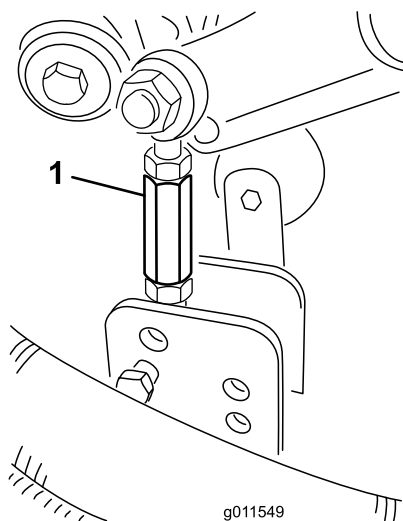
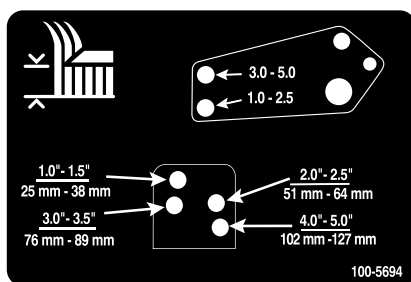

Figura 24
Figura 25
8. Retire los pasadores de horquilla y las chavetas que fijan los acoplamientos de los amortiguadores a los soportes de la unidad de corte (Figura 24). Alinee los taladros de los acoplamientos de los amortiguadores con los taladros del soporte de altura de corte en el bastidor de la unidad de corte (Figura 25), y coloque los pasadores de horquilla y las chavetas.